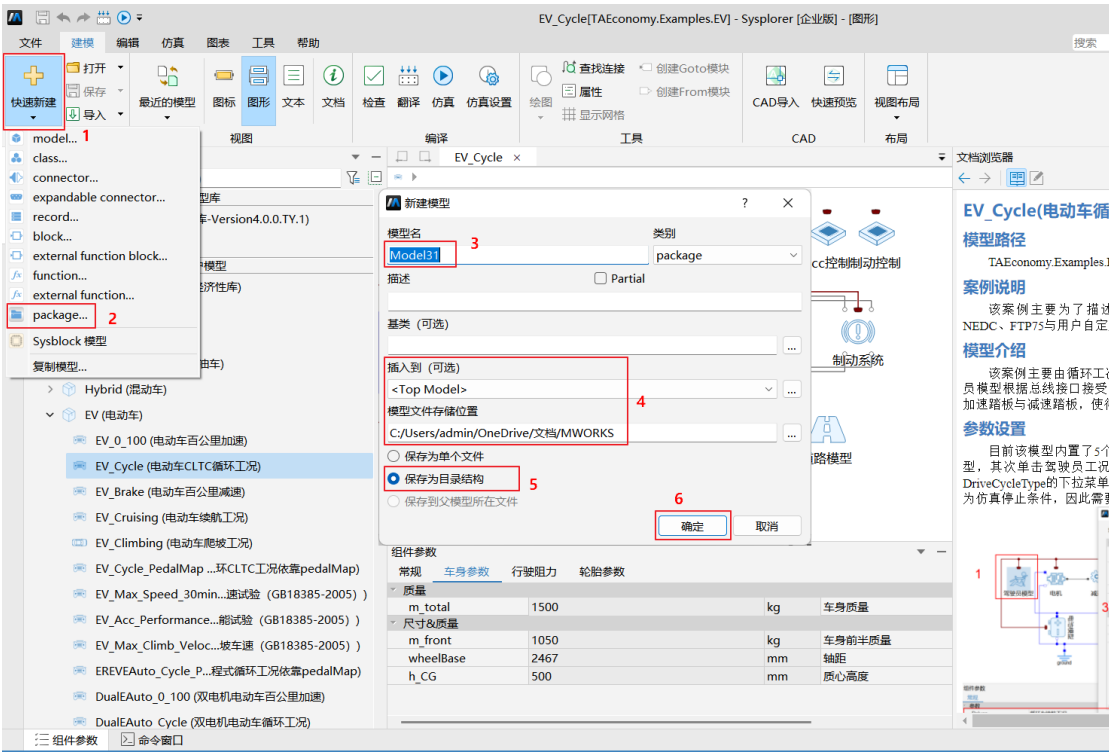

图 2-17 新建目录
(2). 先选择合适的位置创建新的模型目录 package，如图 2-17。